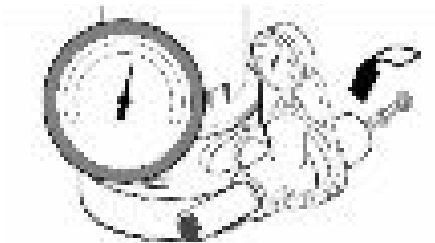

Figure 17C : Fermer la soupape de régulation jusqu'à ce que la pression se stabilise
4. Une fois que la pompe a été amorcée et que la pression s'est stabilisée, ouvrez lentement la soupape de régulation (en tournant dans le sens inverse des aiguilles d'une montre – figure 14A) jusqu'à ce que la pression diminue (l'aiguille du manomètre oscille; la pompe pourrait devenir bruyante – voir la figure 14B). À ce stade, fermez légèrement la soupape de régulation (en tournant dans le sens des aiguilles d'une montre) jusqu'à ce que la pression se stabilise. Ce réglage permet d'obtenir un débit maximal (figure 17C).